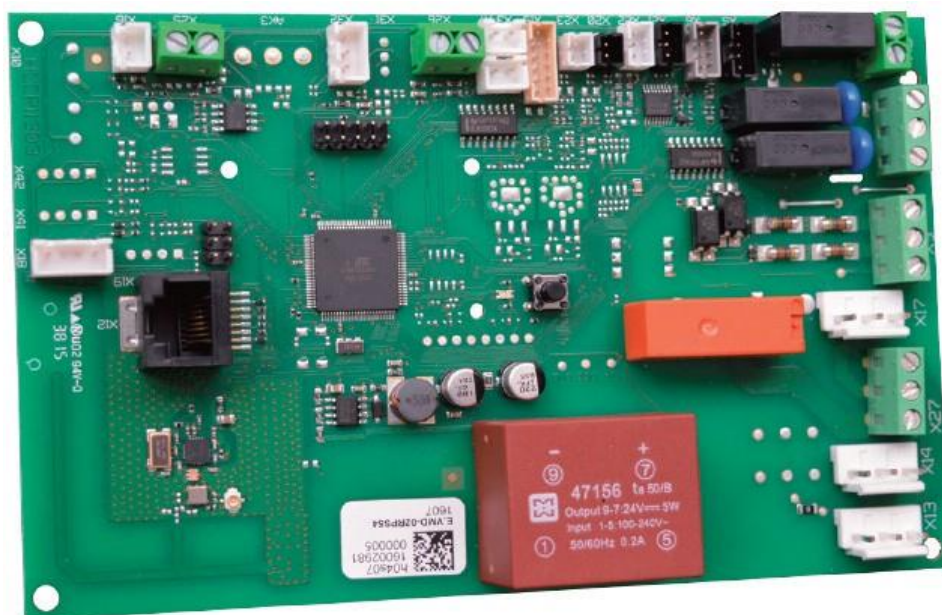

fig. 13
- Le connessioni e i cavi usati per esse sono a cura di chi installa (fig.13).
- connections and cables have to be supplied by the installer (fig. 13).
- Aprire il sensore agendo sul dente in plastica inferiore (fig. 13).
- Open the sensor pushing the plastic bottom clamp (fig. 13).